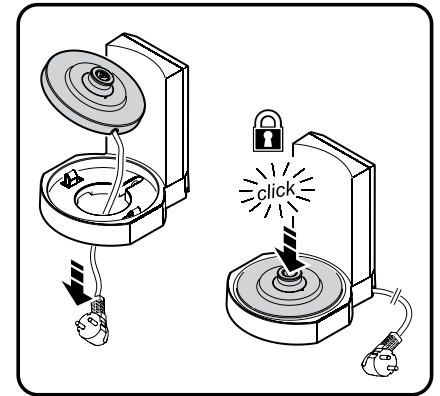

Fig.6
- Placer bundstykket på vægophænget, og klik det fast (Fig. 6).